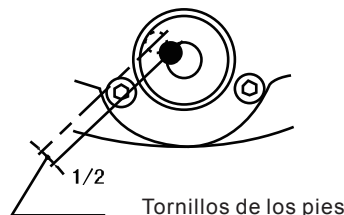

Fig.10
- Gire los tornillos de los pies, haciendo la burbuja a mitad del centro. (Fig10)